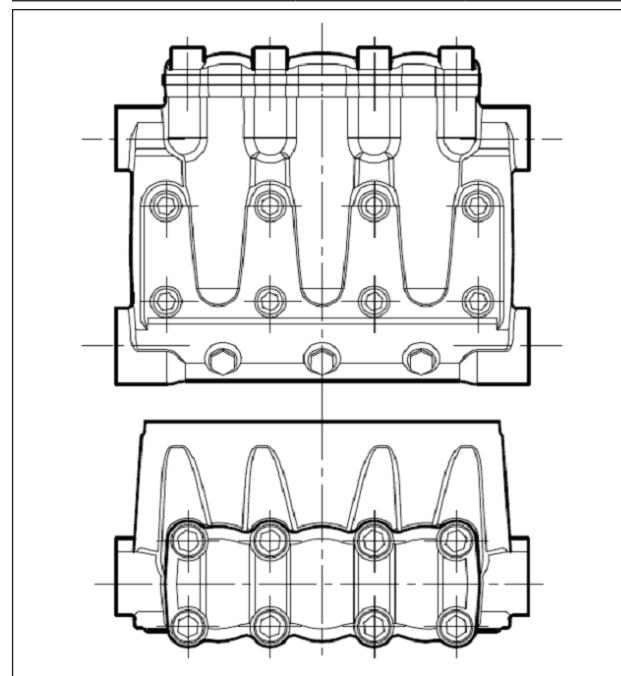

Рис. 34
** Винты крепления торца (поз. на деталировочном чертеже 39) нужно затягивать динамометрическим ключом в порядке, указанном на схеме на Рис. 34.
*** Винты крепления крышки клапанов (поз. на деталировочном чертеже 41) нужно затягивать динамометрическим ключом в порядке, указанном на схеме на Рис. 34.